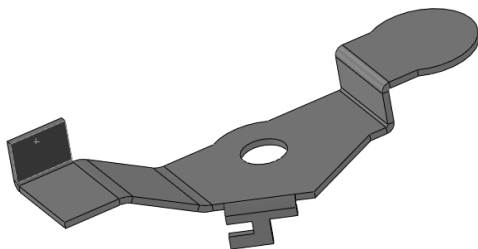

图 8-44 创建边线法兰
STEP 5 单击“钣金”工具栏中的“边线法兰”按钮，选择“步骤 4”创建的斜接法兰的最外侧边线，设置法兰长度为“20mm”，折弯半径为“1mm”，单击“确定”按钮创建边线法兰，如图 8-44 所示。